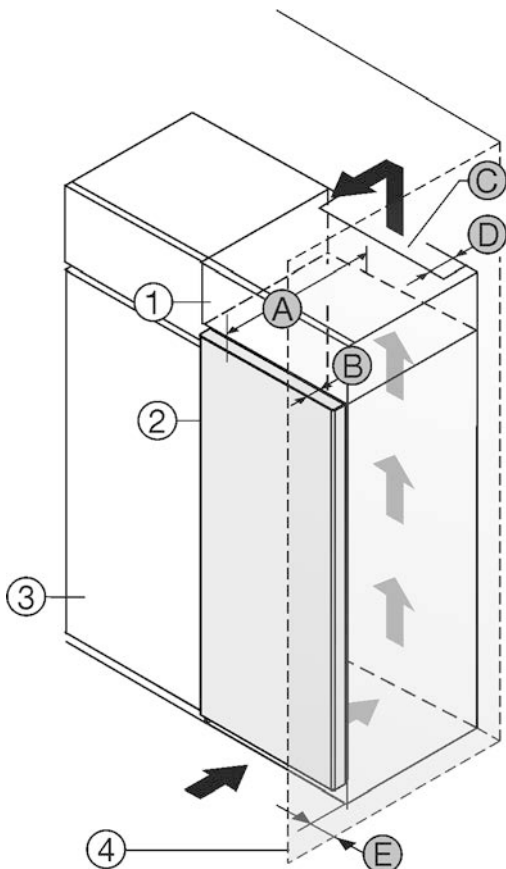

Fig. 1
Установите устройство непосредственно рядом с кухонным шкафом Fig. 1 (3).*
Установите с расстоянием 5 см между устройством и кухонным шкафом Fig. 1 (3).*
На задней стенке дополнительного шкафчика должен быть вентиляционный канал с глубиной Fig. 1 (D) по всей ширине этого шкафчика.*
Нужно соблюдать вентиляционное отверстие Fig. 1 (C) под нижней панелью.*
Если устройство установлено на шарнирах у стены Fig. 1 (4), то расстояние между устройством и стеной должно составлять не менее 40мм. Настолько выступает ручка при открытой дверце.*